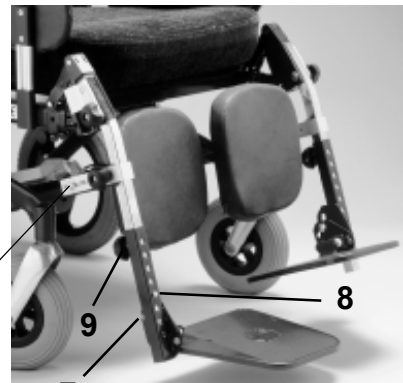

bild 12a
- Lossa på låsmuttern (7), se bild 12a.
- Lossa på skruven (5) något varv, se bild 12a.
Separata fotplattor, se bild 12a.